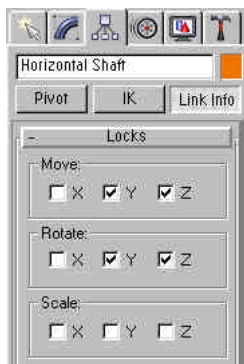

图11-10 水平长轴在层级命令面板上的设置
11) 下面锁定其他物体的轴向。机械臂上的水平长轴能沿 X轴移动和旋转, 因此锁定Y、Z轴, 在层级命令面板上的设置如图11-10所示。